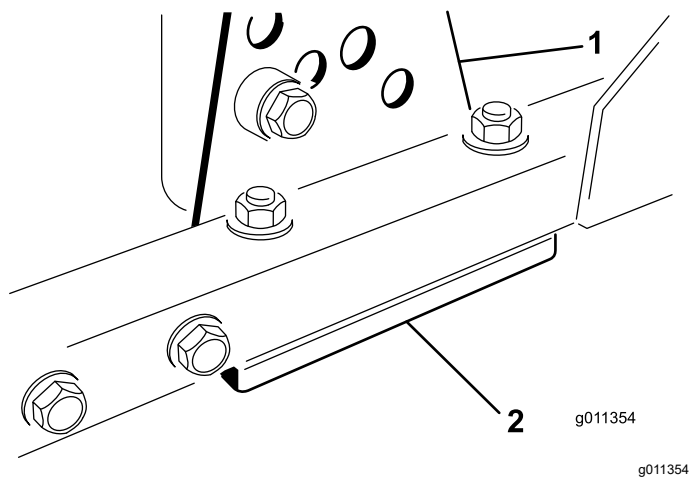

Figure 86
1. Retirez le support de hauteur de coupe (avant, gauche ou droit) du cadre de l'unité de coupe (Figure 86).
2. Insérez des cales de 1,5 mm (0,060 po) et/ou des cales de 0,7 mm (0,030 po) entre le cadre de l'unité de coupe et le support pour obtenir la hauteur de coupe voulue (Figure 86).